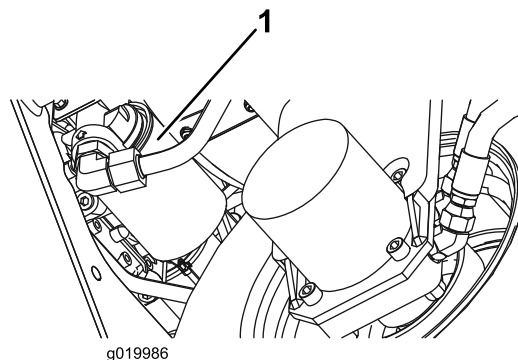

Figura 62
2. Limpe a zona de montagem do filtro. Coloque um recipiente de escoamento debaixo do filtro (Figura 62) e retire o filtro.